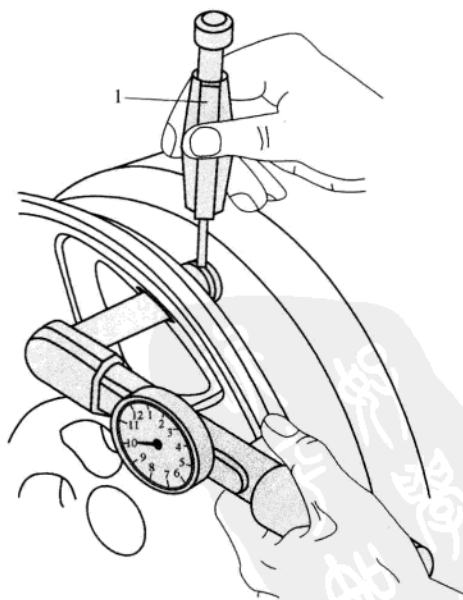

图 5-2-9 用夹子固定金属气门以免转动
(2) 从内侧将带有橡胶密封件的金属气门穿过轮辋, 从外面装上自紧垫圈和锁紧螺母, 然后拧紧。用夹子 1 (例如直径为 2mm 的钻头) 固定以免转动, 如图 5-2-9 所示。